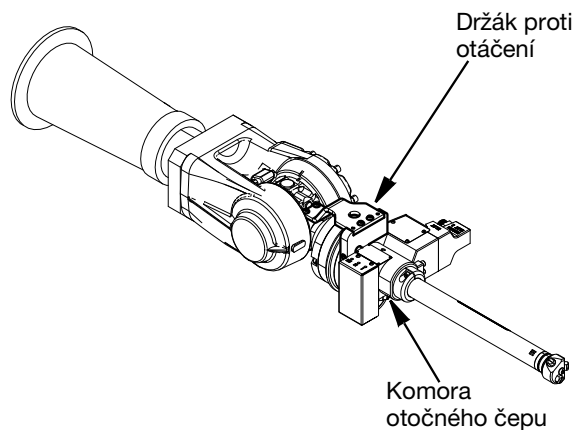

FIG. 3
Po namontování pistole Switch 3D na robota musí být držáky proti otáčení připevněny k tělesu otočného čepu (619) a k upevňovacímu bodu na robotovi pomocí šroubů s šestihrannou hlavou. Přesná montáž držáků proti otáčení bude záviset na použitém robotovi a montážní sadě. Příklad instalace viz FIG. 3 a referenční část komory otočného čepu viz strana 30.